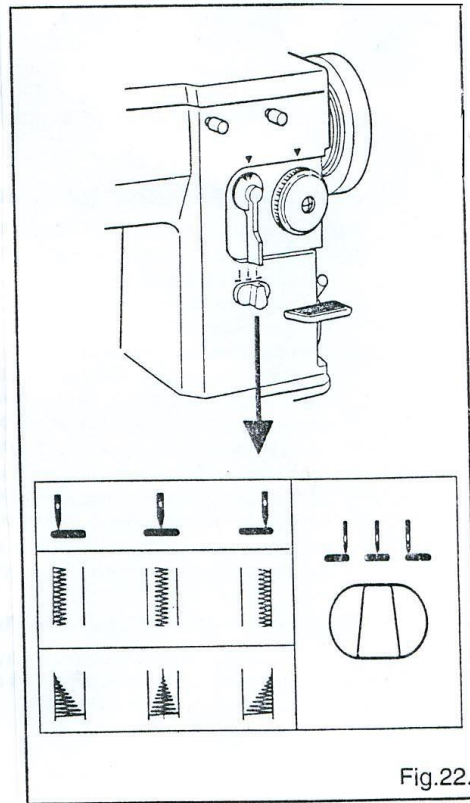

Fig.22.
18. Выбор положения иглы (Рис. 22)